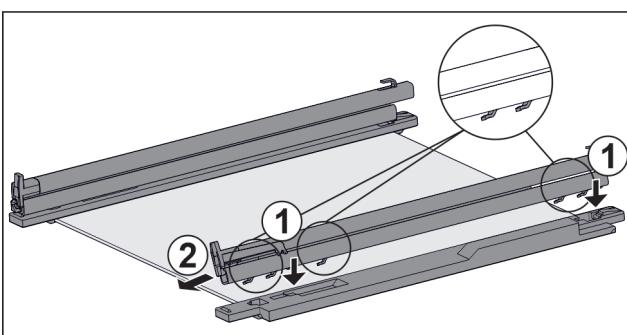

Fig. 115 Sklenená doska s koľajničkami a prídržnými dielmi
- Nasadte háky koľajničky na otvory **ľavého** prídržného dielu. Fig. 115 (1)
- Potiahnite koľajničku dopredu. Fig. 115 (2)
- Nasadte háky koľajničky na otvory **pravého** prídržného dielu. Fig. 115 (1)